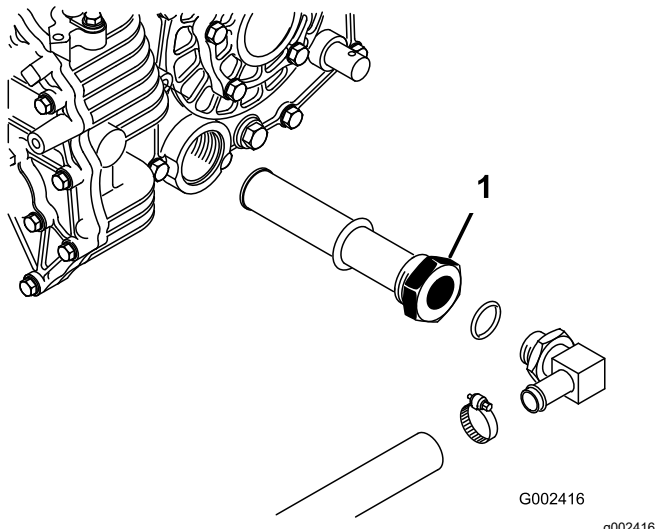

Figura 68
5. Observe la orientación del tubo hidráulico y del codo de 90° conectado al filtro en el lateral del depósito (Figura 68).